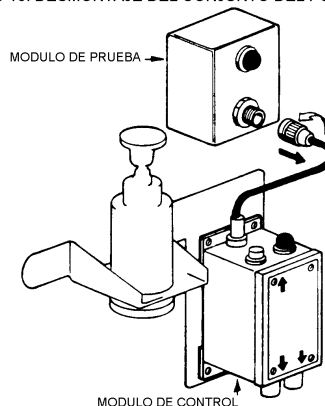

FIGURA 2.3-14. SAQUE EL CONJUNTO DE LA LUZ INDICADORA
- Saque el kit de prueba del sistema, desconectando en primer lugar el conector del detonador del módulo de prueba (Figura 2.3-14). **NOTA:** Conserve estos componentes para un posible uso futuro.